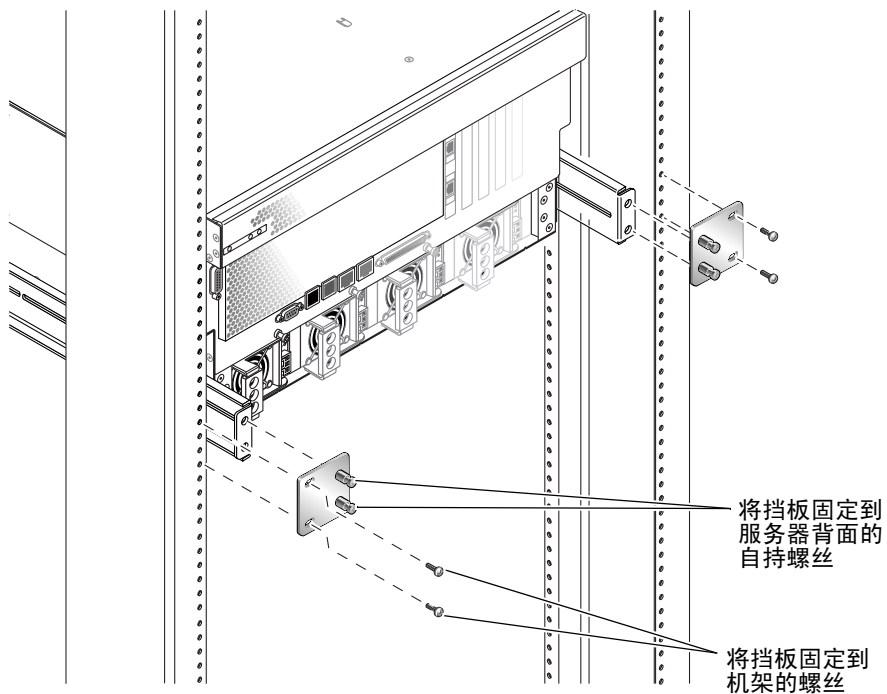

图 3-22 固定后端装配挡板
11. 在机架背面，使用自持螺丝将两个后端装配挡板固定到安装在服务器上的后端装配支架上（图 3-22）。
12. 对每个后端装配支架使用两颗螺丝，将后端装配支架固定到机架后端（图 3-22）。所使用螺丝的尺寸将因机架而异。